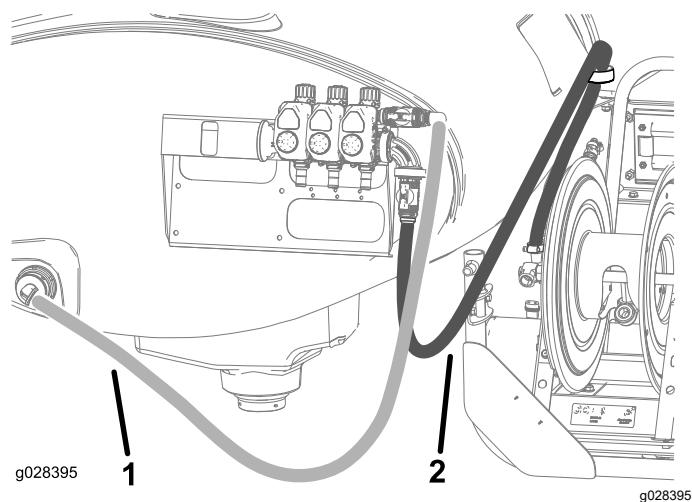

Figura 22
15. Enrute la manguera de suministro del carrete de la manguera según se muestra en Figura 22, y sujétela al carrete de la manguera con una abrazadera.